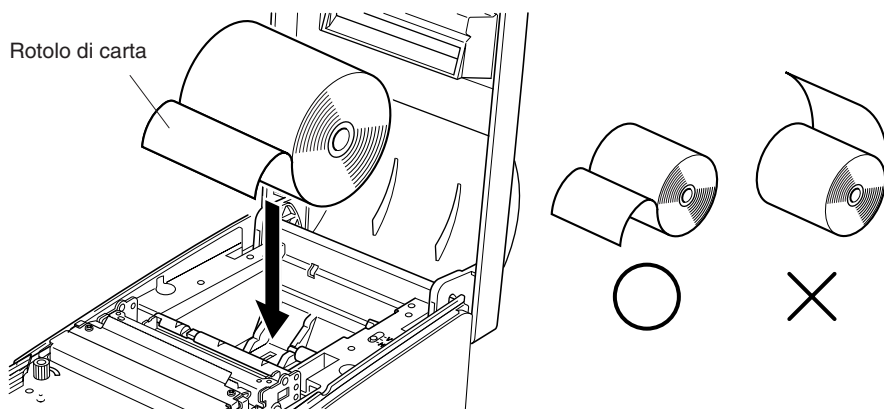

Fig. 5-13 Inserimento della carta
- ② Tagliare perpendicolarmente l'estremità iniziale della carta del rotolo.
- ③ Verificare che la stampante sia accesa.
- ④ Osservando l'orientamento del rotolo, collocare il rotolo di carta nel vano come mostrato in Fig.5-13.